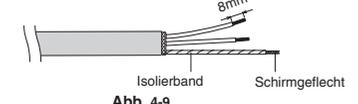

Abb. 4-9
- (3) Den Mantel der Signalader entfernen. (Abb. 4-9)